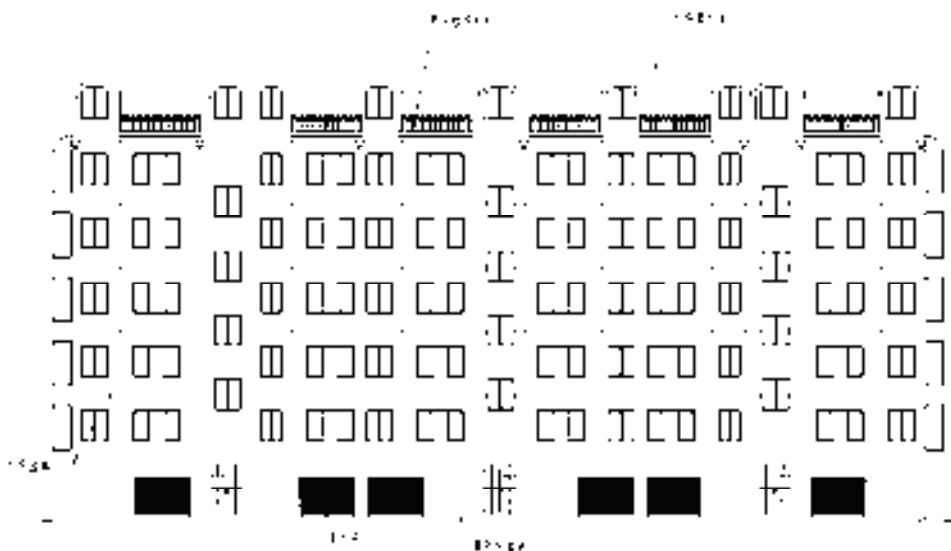

图 14-149 引出标注
24) 添加引出标注。调用“引出标注”命令，在弹出的“引出标注”对话框中设置参数；分别指定标注第一点、引线位置以及文字基线位置，添加引出标注的结果如图 14-149 所示。